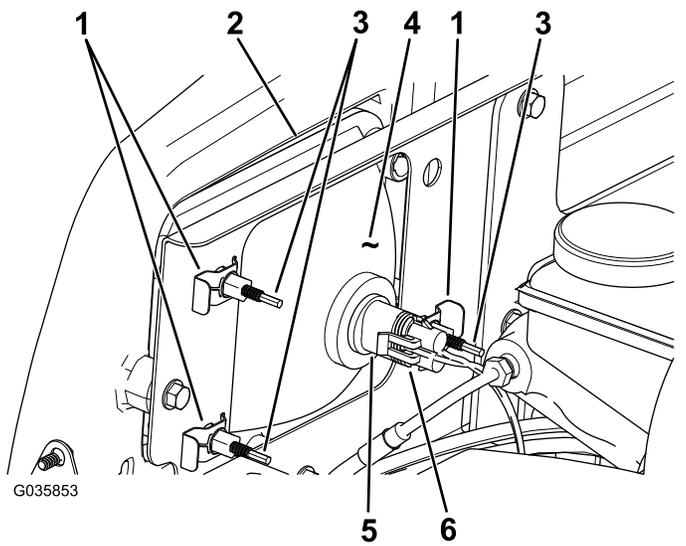

Figura 44
3. Desligue o conector elétrico para a cablagem do conector do conjunto da lâmpada (Figura 44).
- Retire os cliques rápidos que fixam o farol ao respetivo suporte (Figura 44).
- Retire o conjunto do farol movendo-o para a frente através da abertura no pára-choques dianteiro (Figura 44).
- Instale o novo farol através da abertura no pára-choques (Figura 44).
- Ligue o conector elétrico para a cablagem ao conector do conjunto da lâmpada (Figura 44).
- Na parte traseira do conjunto de faróis, rode os parafusos de ajuste (Figura 44) para inclinar o conjunto dos faróis e alinhar a posição do feixe.